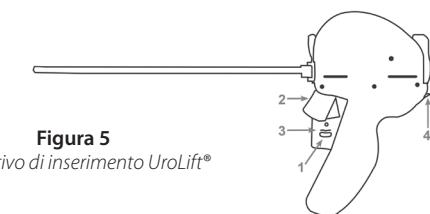

Figura 5
- Disinnestare il blocco di sicurezza dell'ago (**Passaggio 1, Figura 5**).
- Premere leggermente il grilletto per introdurre l'ago (**Passaggio 2, Figura 5**), quindi rilasciarlo.
- Dopo una breve pausa, premere fino in fondo il dispositivo di arretramento (**Passaggio 3, Figura 5**) per fare arretrare l'ago e inserire la linguetta capsulare. Premere di nuovo il dispositivo per assicurare il completo arretramento.
3.7 Premere il pulsante di rilascio uretrale verso il telescopio (**Passaggio 4, Figura 5**) per inserire il terminale uretrale e tagliare la sutura in eccesso. Dopo la pressione del pulsante di rilascio uretrale, l'impianto UroLift® sarà inserito completamente. Non è possibile applicare altri impianti con lo stesso dispositivo di inserimento.